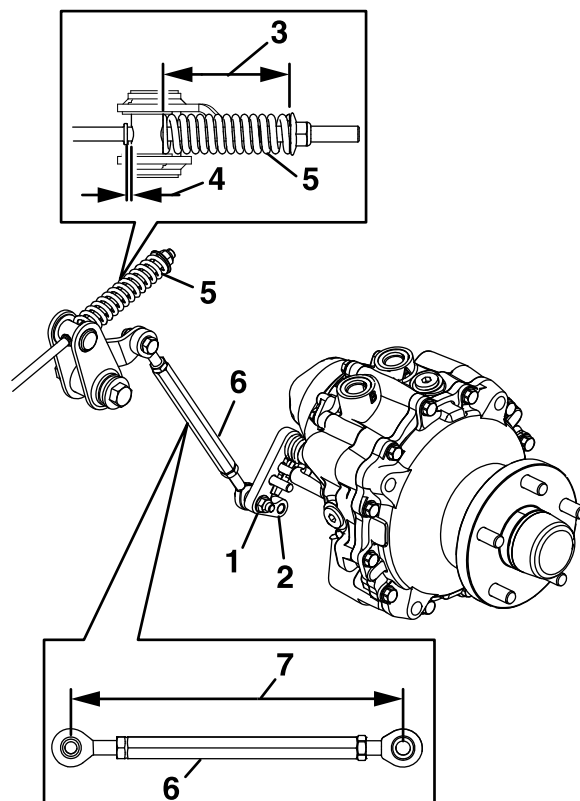

Figura 54
7. Misurate la lunghezza del gruppo attacco (Figura 54).
8. Misurate la lunghezza della molla (Figura 54).